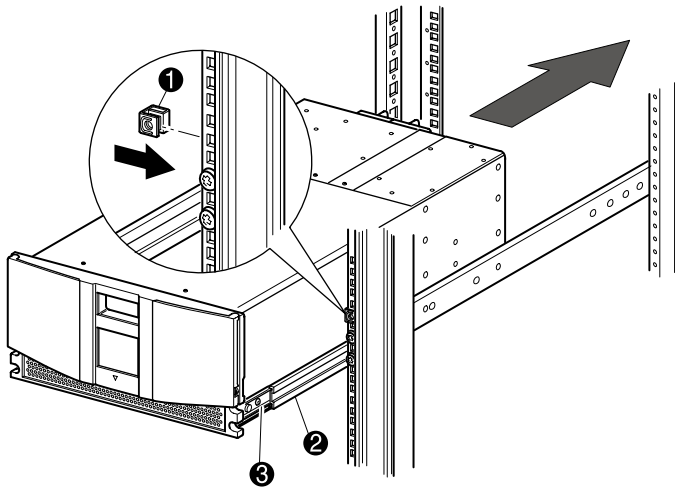

図2-5: ライブラリの取り付け (図ではMSL5026を示しています)
3. 2個のスライドオン クリップ ナット①にある、前もってテンプレートを使用して印を付けた、上側のブラケットのネジ穴の上にある2つの穴を、ラック エンクロージャの正面側の各垂直レールに取り付けます (図2-5を参照)。
5. ライブラリの内側のスライド レール④を、引き出した中間スライド レール②の中に、慎重に挿入します (図2-5を参照)。